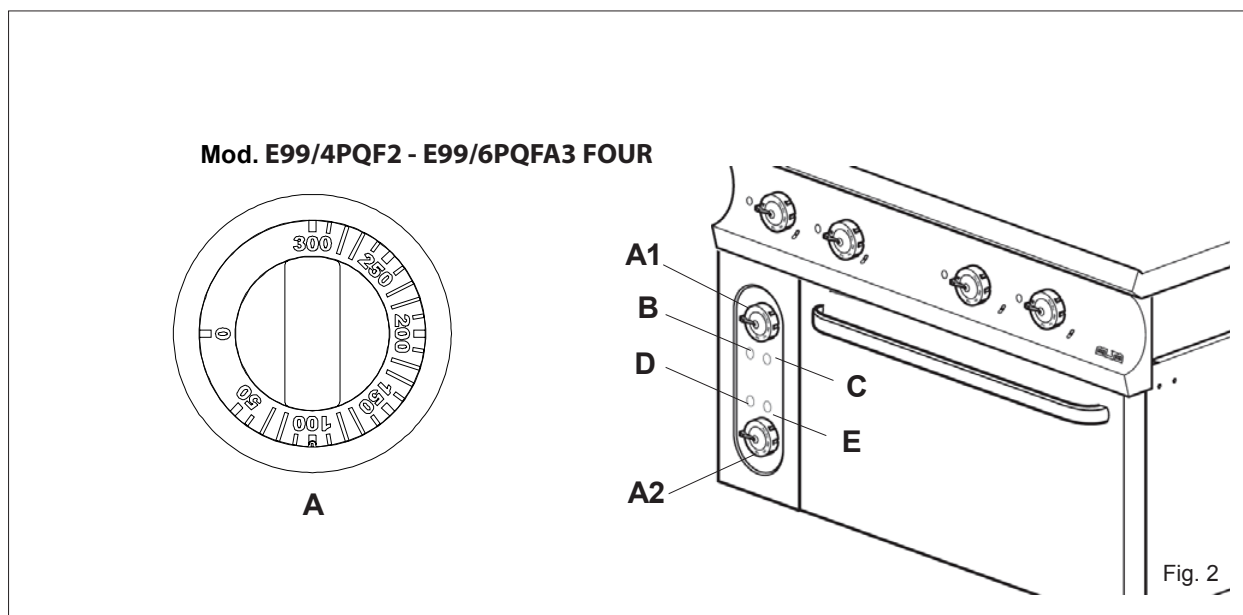

Fig. 2
- Tournez la manette (Rep. A1 et A2 - Fig. 2) dans le sens des aiguilles d'une montre pour programmer la température souhaitée.
- L'allumage des témoins oranges (Rep. C et E - Fig. 2) indiquent l'entrée en fonction du thermostat des résistances inférieure et supérieure. Lorsque le four atteint la température programmée avec la manette (Rep. A - Fig. 2) le témoin orange s'éteint et vous pouvez introduire les aliments à cuire dans le four.